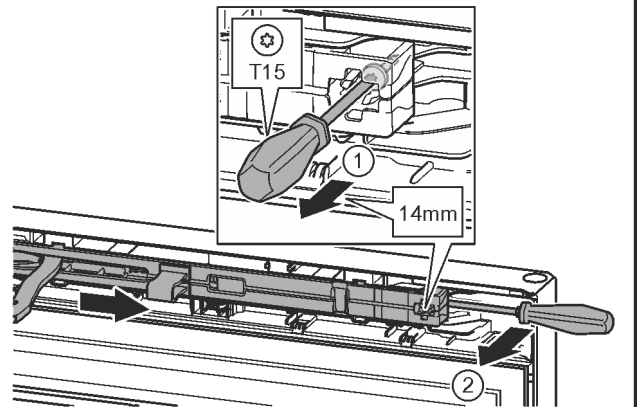

Fig. 12
- ▶ 用 T15 螺丝刀将关门阻尼单元上的螺钉松开约 14 mm。Fig. 12 (1)
- ▶ 将螺丝刀移向把手侧关门阻尼单元的背面并将其向前转动。Fig. 12 (2)
- ▶ 拉出关门阻尼单元。Fig. 12 (3)